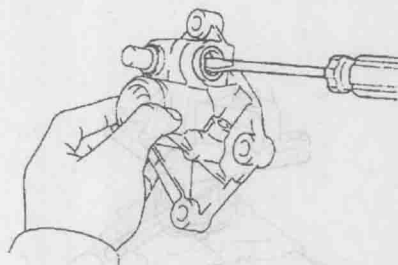

图 1-34 取出换档盖另一油封
34) 用同样的方法取出换档盖上的另一个油封, 如图 1-34 所示。